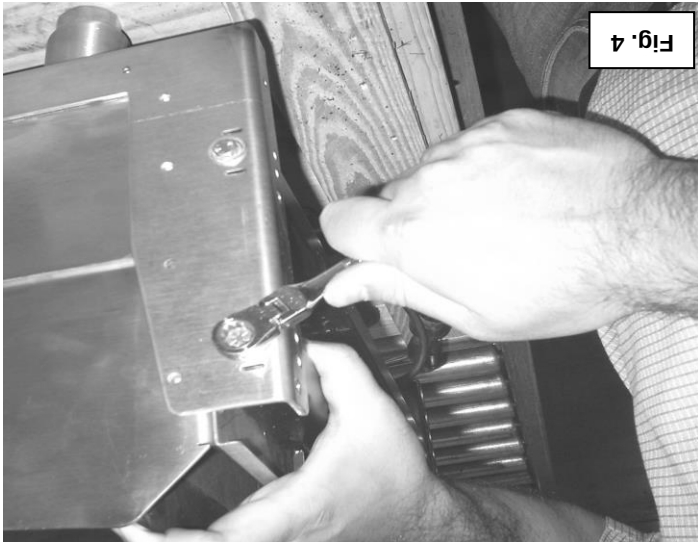

Fig. 4
4. Serrez fermement les boulons d'assemblage du système de fixation aux supports de fixation gauche et droit. qu'illustré à la Fig. 4.